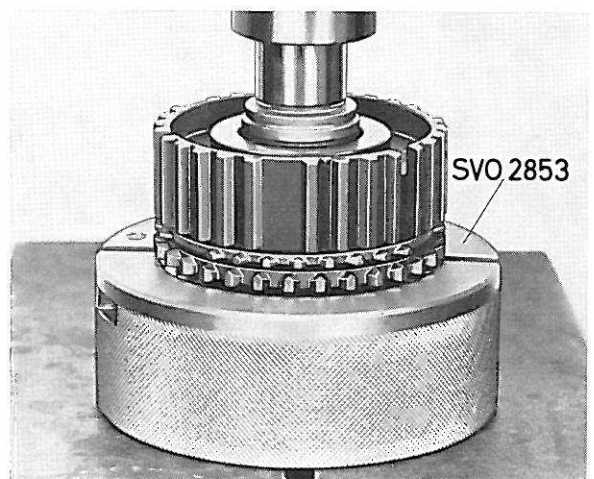

Figure 19. Démontage de l'arbre secondaire, II
4. Retourner l'arbre et le monter dans la presse comme indiqué sur la figure 19. Extraire le pignon de 3ème et le moyeu de synchronesh de 3ème et 4ème vitesses.